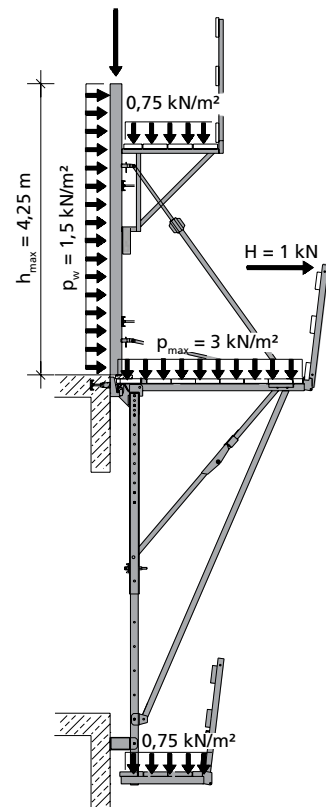

Fig. 23.4
■ Échafaudage de service avec plate-forme suspendue et coffrage étayé sur la plate-forme (fig. 23.4)